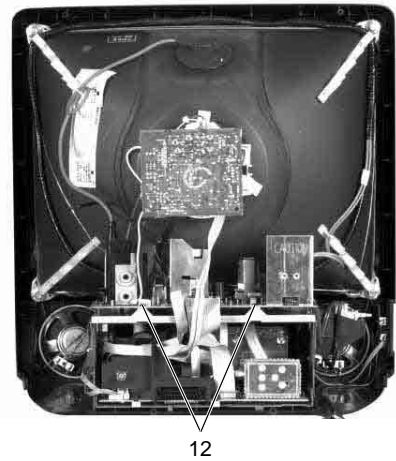

Fig. 2
- Dévisser les 2 vis (Pos. 12, Fig. 2).
- Attention:** Lors du remontage du C.I. Alimentation le fil de terre doit être monté entre le tube cathodique et la tôle de protection (Fig. 2).
- Undo the 2 screws (Pos. 12, Fig. 2)
- Attention:** When re-assembling the Power Chassis do not forget to fit the ground connection from the picture tube panel to the metal screen (Fig. 2)!